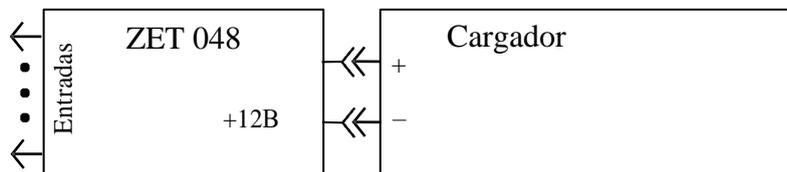

Imagen 1.9 – Conexión del cargador al registrador ZET 048-E
1.6.2.6.2 Carga de las baterías internas del registrador de la versión ZET 048-E se realiza a través de los puertos «+» y «-» en el panel de control del registrador. Para activar la carga de las baterías es necesario conectar el cargador a los puertos «+» y «-» (Imagen 1.9) y hacer clic en «Cargar».